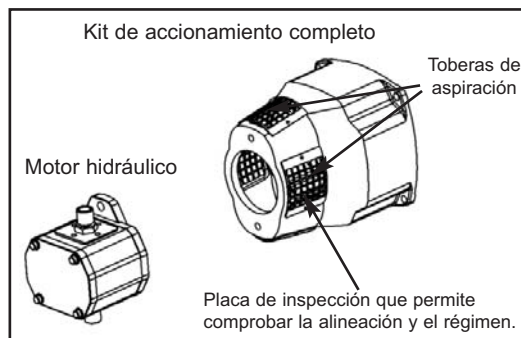

Figura 6
1. Si el accionamiento del compresor es hidráulico, MOVEX puede suministrar un kit de accionamiento estándar para el montaje directo del motor o de la bomba hidráulica. MOVEX también puede suministrar el motor hidráulico ; ver la figura 6.
3. Si los acoplamientos están alineados correctamente, el manguito exterior de plástico deberá tener un juego axial de 0,19 pulgadas (5 mm) sobre una rotación de 360°. Podrá comprobarlo retirando la placa de inspección ; ver la figura 6.